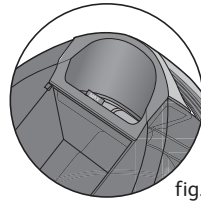

fig. 7
- Remplissez le réservoir d'eau sans dépasser le niveau Max. - fig.6. et fig.7.